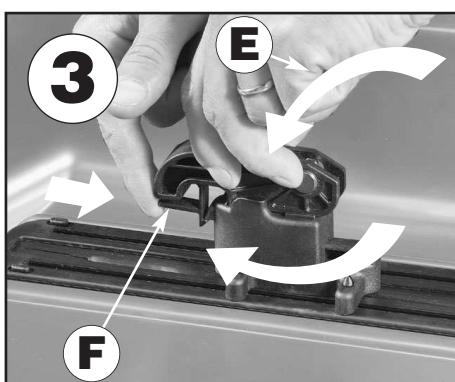

fig. 3)
- Drehen Sie den Fixier-Griff im Uhrzeigersinn, um den Haken anzuziehen, und drücken Sie den Fixier-Griff nach unten. Dieses Vorgehen sollte die Dachbox fest am Träger fixieren (fig. 3/E). Ist dies nicht der Fall, stellen Sie den Fixier-Griff wieder senkrecht und ziehen Sie den Haken erneut an. Können Sie den Fixier-Griff nicht nach unten drücken, drehen Sie ein wenig im Gegenuhrzeigersinn und versuchen Sie es erneut. - Machen Sie fest die Sicherheit (fig. 3/F). Prüfen Sie sorgfältig, dass jede Befestigungseinheit fest mit den Dachträgern verbunden ist. Vergewissern Sie sich, dass die Dachbox nicht von den Dachlastträger rutschen kann.